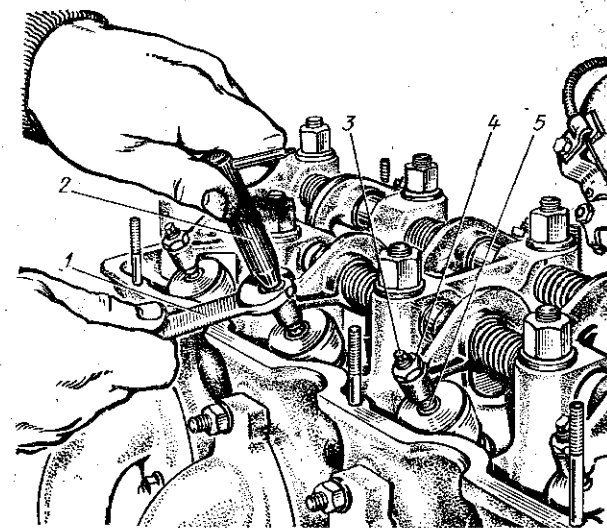

Рис. 52. Регулировка зазора между торцами наконечника и стержня клапана:
4. Отрегулируйте зазоры между торцами наконечников 5 (рис. 52) и стержнями клапанов. Для этого гаечным ключом 1 (14 мм) немного отверните контргайку 4 нажимного болта 3 коромысла и вращайте головку этого болта специальным торцовым ключом 2 до получения требуемого зазора (0,15 мм для впускного и выпускного клапанов).